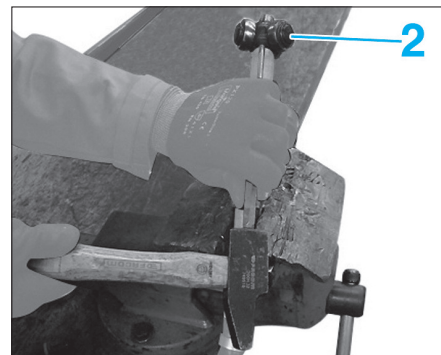

FIG. 11
- le tripode (2) à l'aide d'un marteau et d'un chasse-goupille (Fig.11),